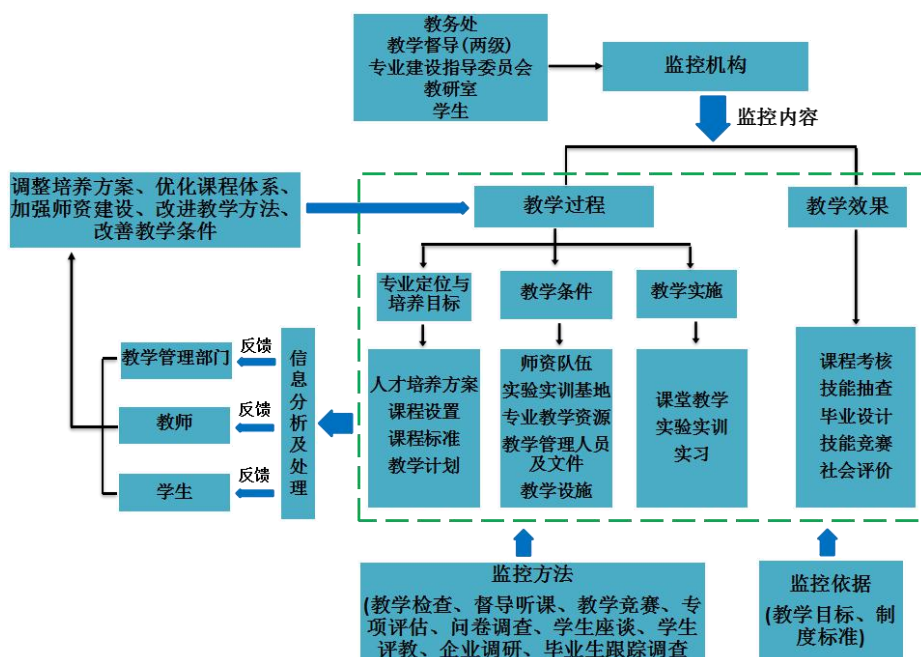

图1 工业过程自动化技术专业教学质量监控体系框架图
1.按照 PDCA 循环理论，重构多主体共同参与、内外监控相结合的专业教学质量监控体系。教学质量监控体系由监控机构、监控内容、监控标准和监控方法等构成。监控内容主要包括教学过程和教学效果。为便于操作，把每一个监控面分解为若干个质量监控关键点，并确定监控标准，由监控机构组织机构或人员通过一定的监控方法对教学质量实施监控。这种通过监控、评价、调整、再监控、再评价的循环方式可促进专业教学质量的不断提高，如图 1 所示。